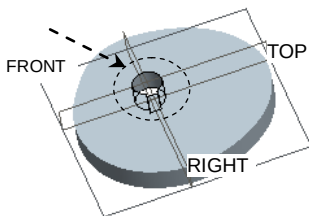
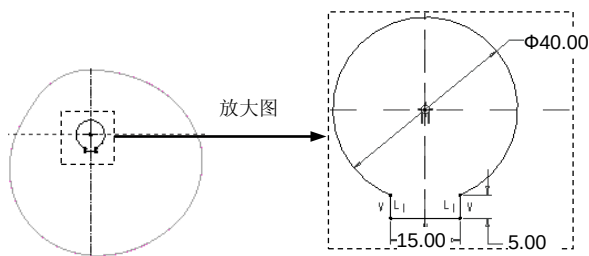

图 3.4.18 拉伸特征 2
图 3.4.19 截面图形
Step7. 创建图 3.4.18 所示的拉伸特征 2。在操控板中单击“拉伸”按钮 ，按下“移除材料”按钮 ；选取 FRONT 基准平面为草绘平面，RIGHT 基准平面为参考平面，方向为右；特征截面如图 3.4.19 所示；单击  按钮调整拉伸方向，深度类型为 。
Step8. 保存零件模型文件。选择下拉菜单 **文件** →  保存(S) 命令。